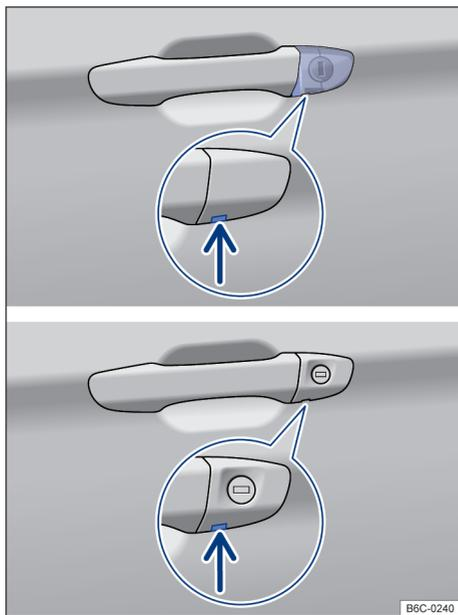

Fig. 57 Maçaneta da porta do condutor: cilindro da fechadura.
- Inserir a haste da chave por baixo na abertura da capa de cobertura → Fig. 57 (seta).